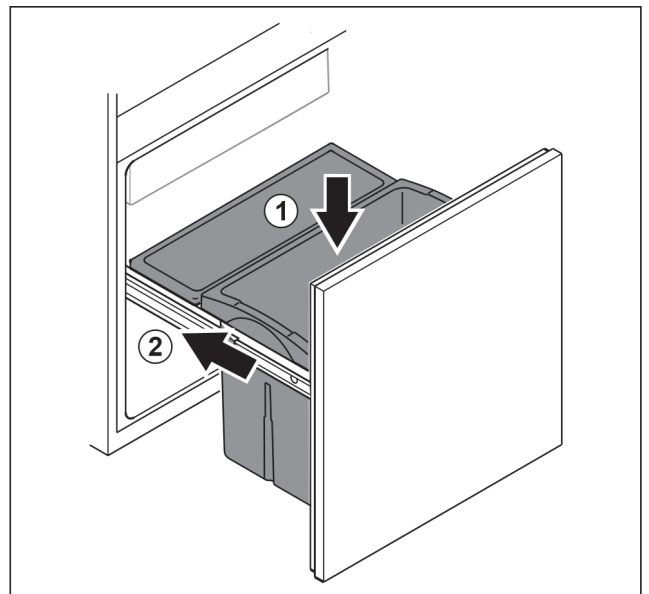

Fig. 101
- ▶ Поставете чекмеджето отгоре. Fig. 101 (1)
► Вкарайте изтеглящата се ракла. Fig. 101 (2)